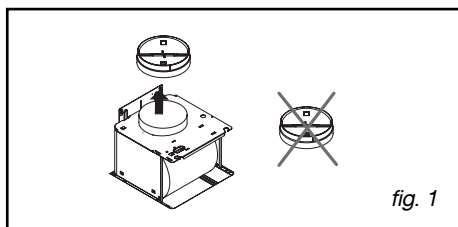

fig. 1
(fig. 1)
- Trace una marca horizontal a una distancia mínima de 70 cm de la zona de cocción. (A/fig.1).
- Trace una raya vertical (B/fig.1) en la pared, centrada con respecto a la placa de cocción y que baje desde el techo hasta la marca horizontal precedente (A).
- Corte la plantilla de perforación siguiendo las marcas indicadas para obtener 2 partes, C1 y C2 (fig.1).
- Coloque la plantilla C1 (fig.1) contra la pared, superponiendo la marca que representa el eje de la campana sobre la raya vertical B (fig.1) antes trazada.
- Coloque la plantilla C1 (fig.1) contra la pared, haciendo tope contra el techo.
- Atornille los dos tornillos de la parte superior de la campana (D/fig.1) dejando sobrepasar 5 mm.
- Fije contra la pared, con los dos tornillos, el soporte metálico de la chimenea, apoyándolo contra el techo (fig. 1).
- Quite la válvula de retención (fig. 1).
- Quite la pantalla (fig. 1).